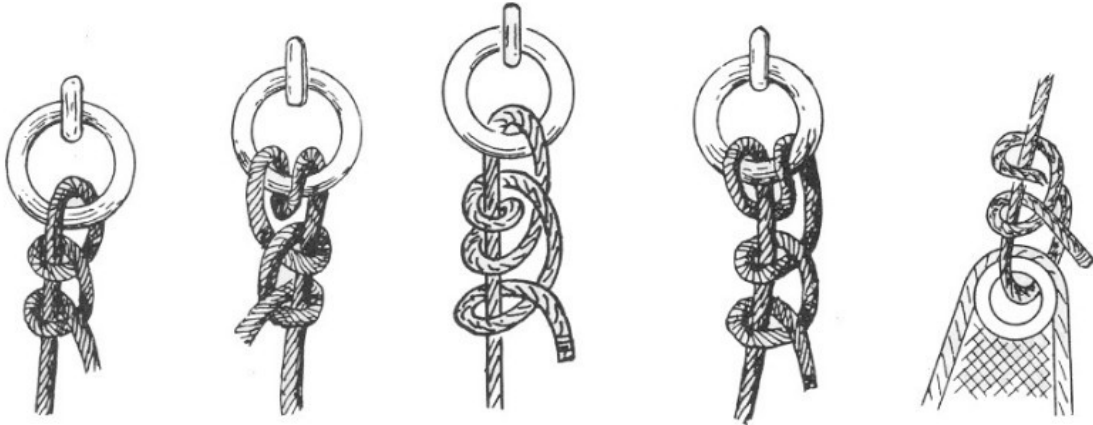

Fig. 41. Halvstik om
- *Halvstik om egen Part*, Fig. 41, er et meget anvendt Stik, men bør i denne sin simpleste Udførelse ikke benyttes, hvor den paagældende Ende er udsat for stærkt Træk, idet det inderste Stik let beknibes, medens det yderste er tilbøjeligt til at opgaa sig.